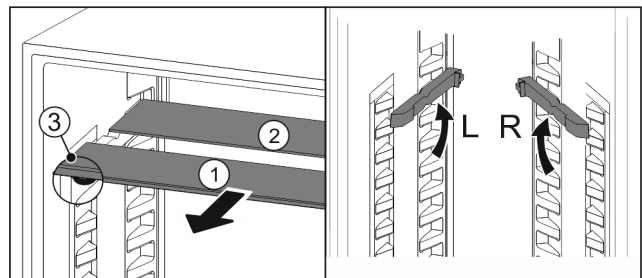

Fig. 157
- ▶ Húzza ki Fig. 157 (1) előre az üveglapokat egyesével.
- ▶ Az üveglap Fig. 157 (1) a díszléccsel előre néz.
- ▶ Az ütközők Fig. 157 (3) lefelé mutatnak.